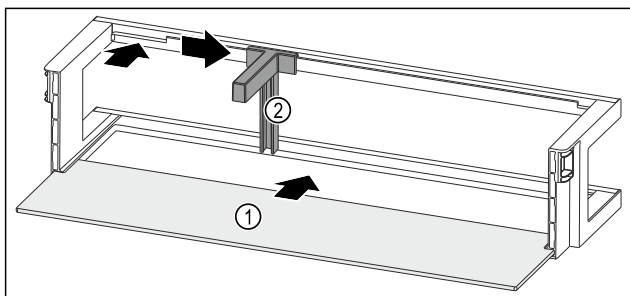

Fig. 131 Balconnet de contre-porte avec tablette de rangement
- Insérer la tablette de rangement Fig. 131 (1) dans les évidements latéraux.
- Insérer le porte-bouteilles Fig. 131 (2) dans l'évidement.
- Pousser le porte-bouteilles Fig. 131 (2) sur le côté en position souhaitée.